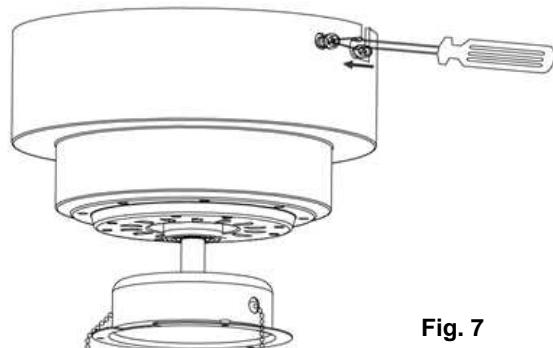

Fig. 7
- Decken Sie die Halterung mit der Motorgehäuseabdeckung ab. Stellen Sie sicher, dass alle elektrischen Kabel sich im Schlitz der Motorhalterung befinden, und dass diese während dieses Arbeitsschrittes nicht beschädigt werden; sichern Sie die Abdeckung nun mittels der Schrauben. Abb. 7